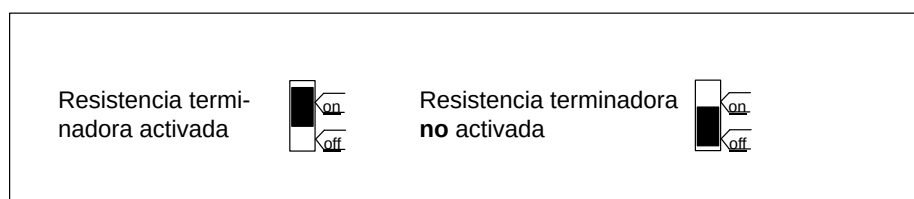

Figura 3-16 Conector de bus (6ES7 972-0B.11 ...): Resistencia terminadora activada y desactivada
3. Cuando el conector de bus se encuentre al principio o final de un segmento, se ha de conectar adicionalmente la resistencia terminadora (posición del interruptor "ON") (véase figura 3-16).